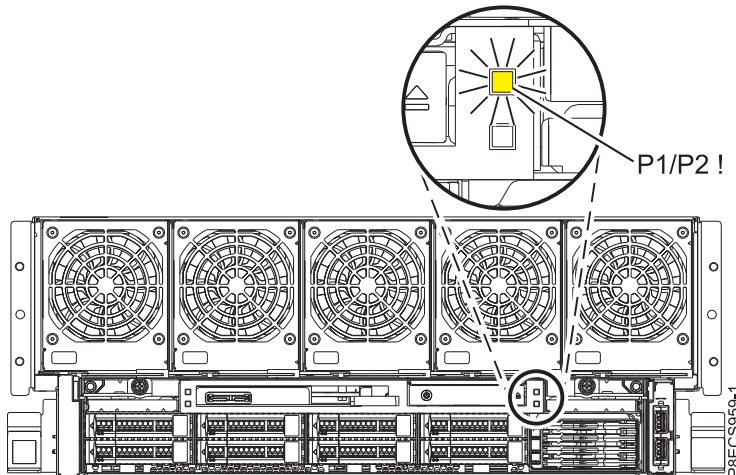

Figura 1. LED frontal de resumen de error **P1/P2 !** del sistema 8408-44E o 8408-E8E.
5. Anote el estado del LED de resumen de error **P1/P2 !**, que se encuentra en el frontal del sistema 8408-44E o 8408-E8E, como se muestra en la Figura 1.